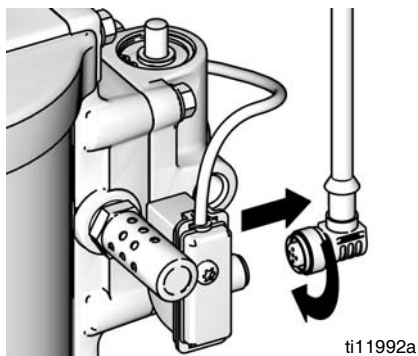

FIG. 11. Frakoble DataTrak
1. Skru av kabelen fra baksiden av reedbryteren. Se FIG. 11.